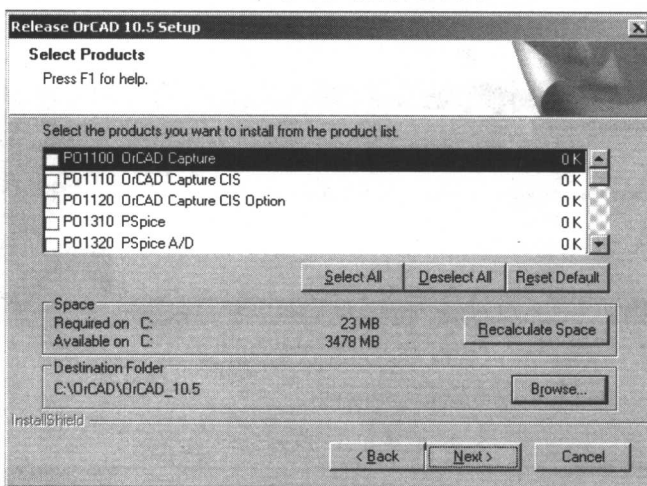

图 1.2.10 安装产品选择对话框
(7)在弹出的如图 1.2.10 所示的安装产品选择对话框中，勾选需要安装的产品，点击“Next”按钮。